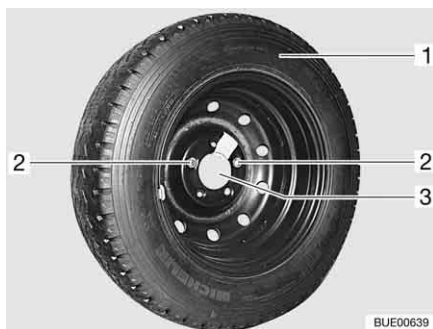

Bild 297 Reservhjulshållare i det bakre lastutrymmet
- Skruva ut och ta bort de båda fästskruvarna (Bild 297,2) med fordonsverktyget.
- Ta av reservhjulet (Bild 297,1) från hållaren (Bild 297,3).